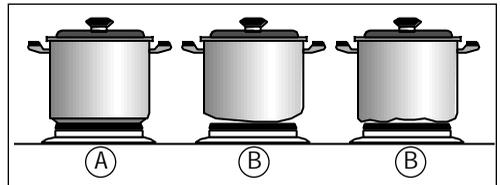

fig. 16
- Utilizar recipientes con fondo totalmente plano, pues cuanto mayor sea la superficie de contacto entre la placa y el recipiente, mayor será la transmisión de calor. Para evitar abolladuras en los fondos recomendamos que éstos sean gruesos. Observe en la figura cómo en los recipientes con golpes y abombados la superficie de contacto es más pequeña. (ver fig.16)